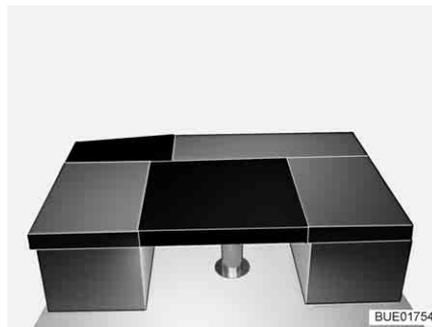

Bild 141 Nach dem Umbau
- Das rechteckige Zusatzpolster auf den Tisch legen (zwischen die Sitzpolster der Sitzbänke, siehe Bild 141).